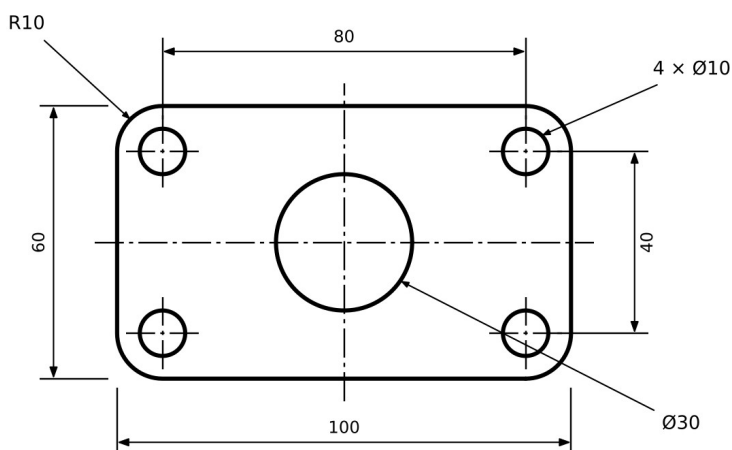

Figura 4. Placa acotada: tamaño, posición de agujeros, diámetros y radio.
2. Dibuje y acote la placa base de la Figura 4.